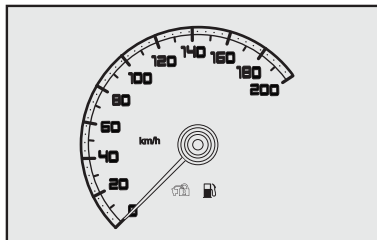
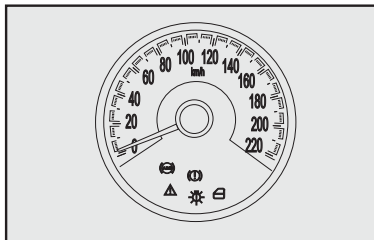
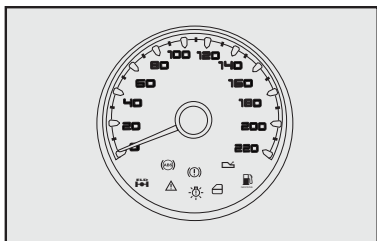

fig. 33
fig. 35
fig. 34
**VELOCÍMETRO - fig. 33, fig. 34 e fig. 35**